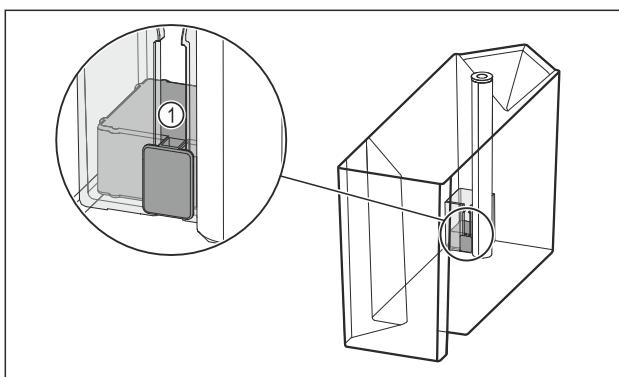

Fig. 98
- Проверьте, не застрял ли поплавок Fig. 98 (1).